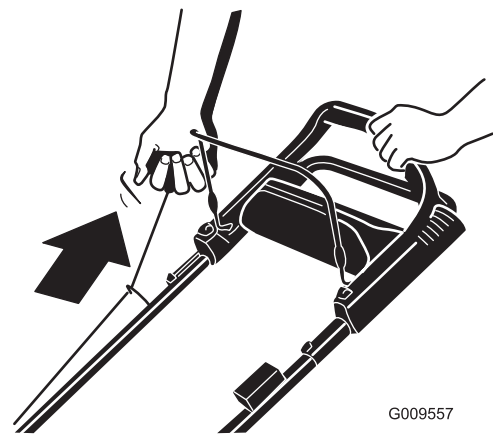

Figura 12
**Nota:** Puede arrancar el motor desde la posición de operación (Figura 12) o en el motor (con la cuerda de arranque sacada de la guía de la cuerda).